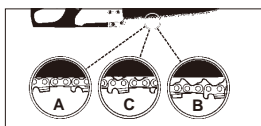

Fig. 5
⚠️ AVERTISMENT: Dacă lanțul este PREA SLĂBIT sau PREA STRĂNS va apare uzura prematură a pinionului, barei, lanțului și rulmenților arborelui cotit. Studiați Fig. 5 pentru informații legate de tensiunea corectă la rece (A), la cald (B) și pentru informații privind alte ajustări (C).